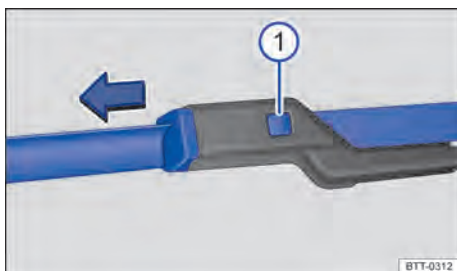

Fig. 180 Substituir as palhetas dos limpadores do para-brisa.
- Manter o botão de destravamento → Fig. 180 ❶ pressionado e, ao mesmo tempo, retirar a palheta do limpador do para-brisa no sentido da seta.